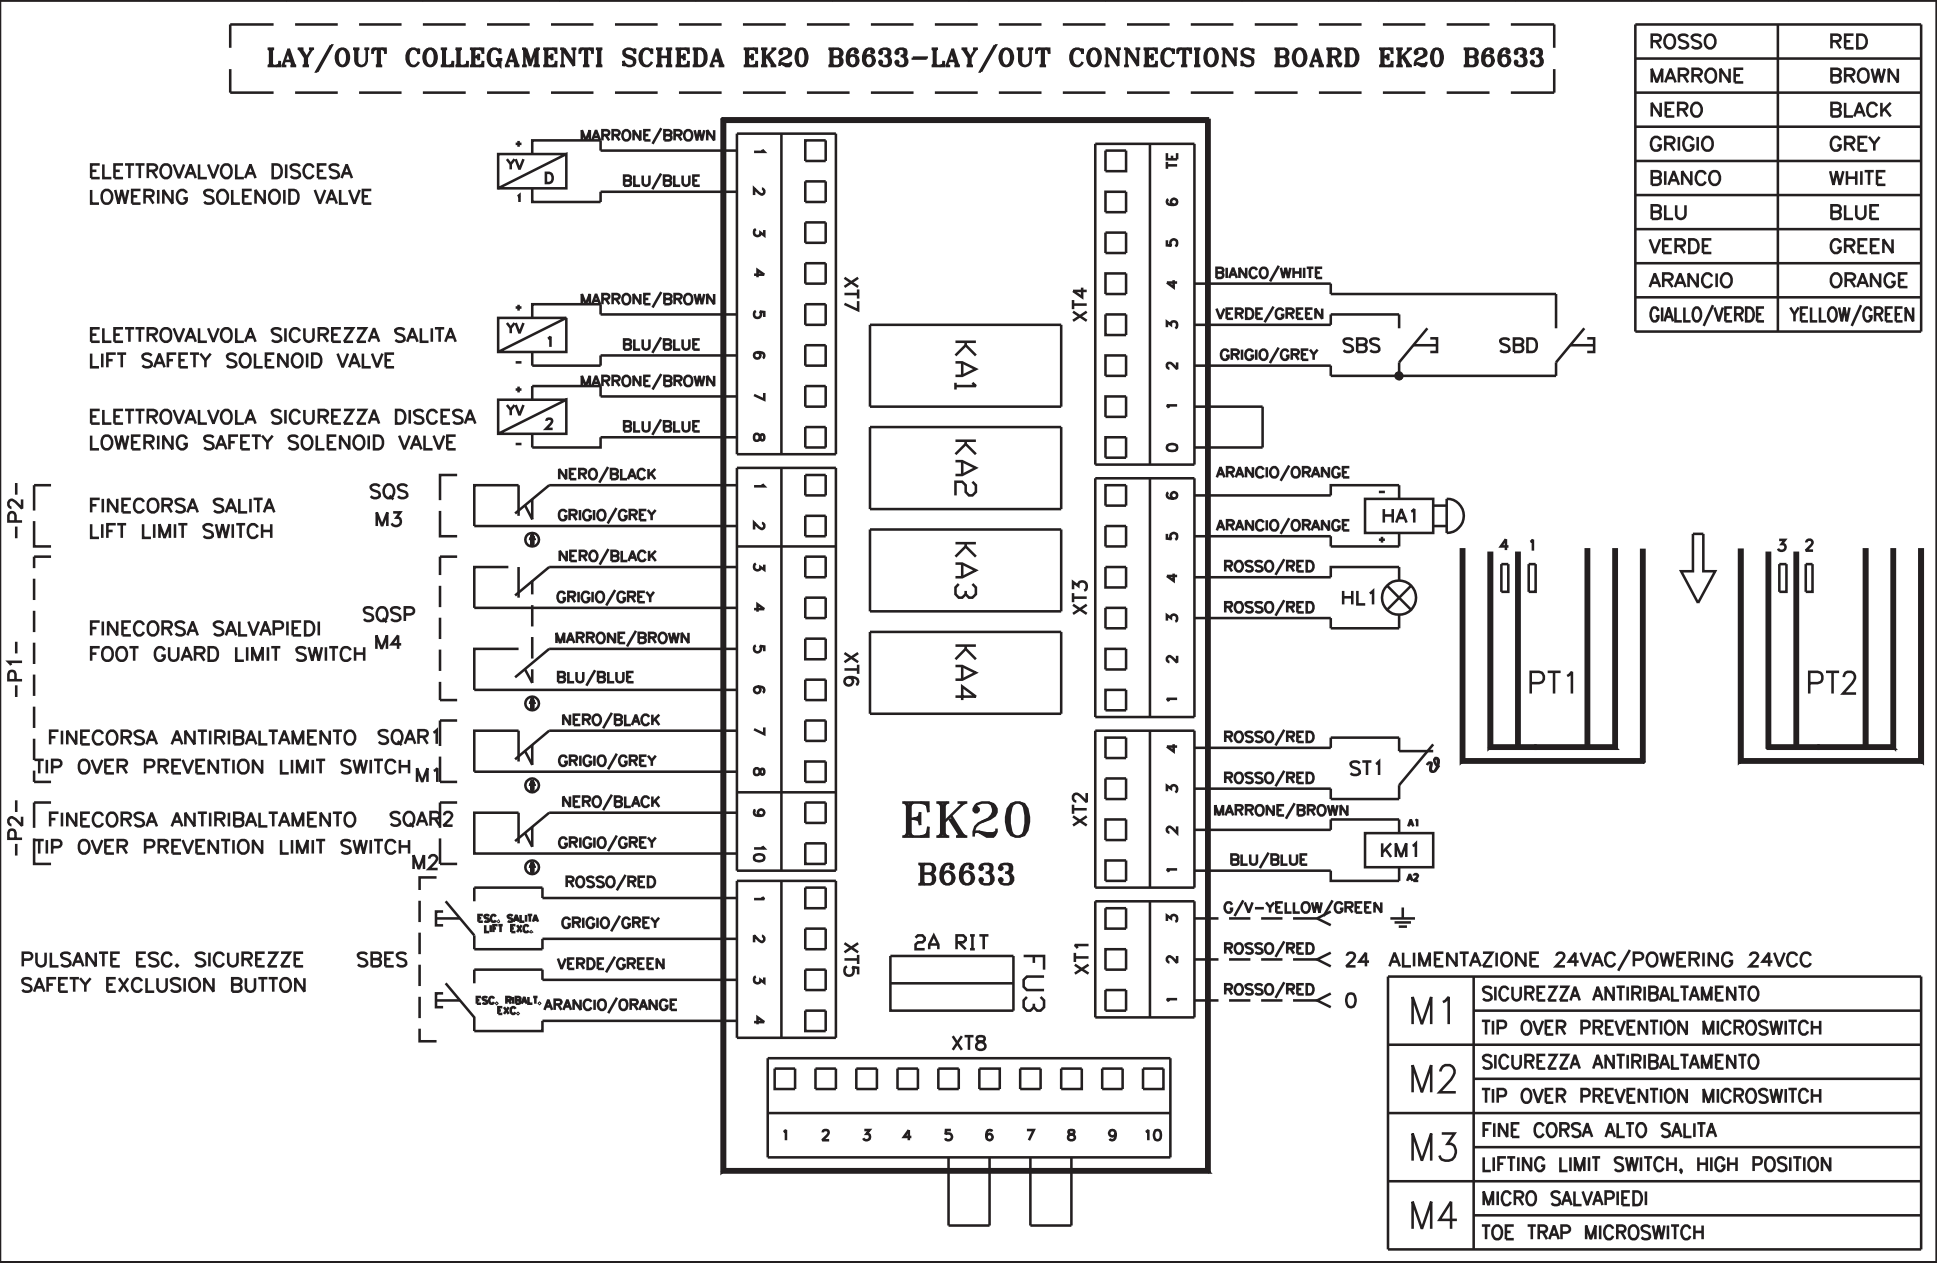

Fig.12 - Abb.12
- Connect the cables of the limit switches to the board (fig.12)
- Connectez les câbles des fins de course à la carte (fig.12)
- Schließen Sie die Kabel der Endschalter in den Vorstand (Abb.12)
- Conecte los cables de los finales de carrera a la junta (fig.12)